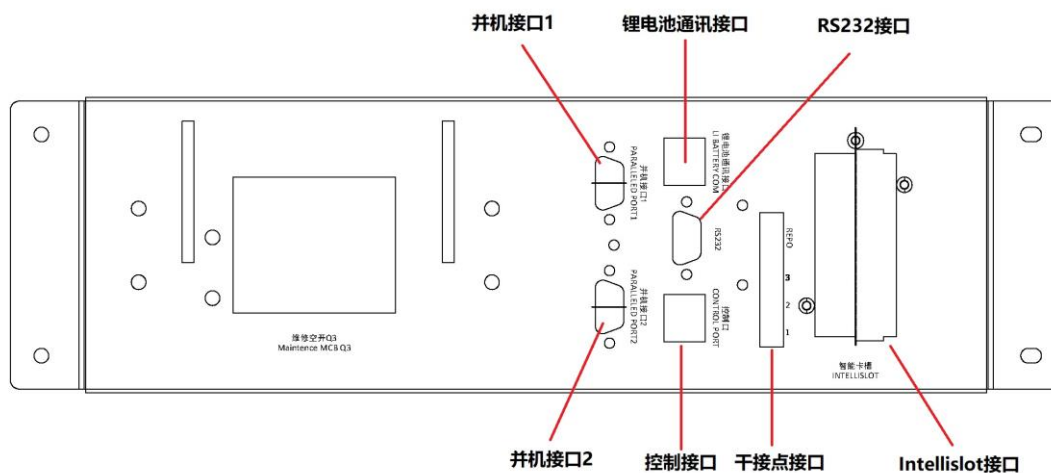
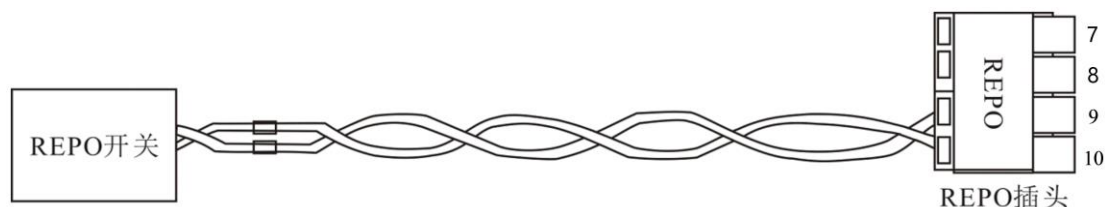

图6-1 智能卡安装示意图
图6-4 REPO 接线示意图
UPS 提供一个 Intellislot 接口 (见图 6-1) 用于现场安装智能选件卡。在 UPS 后面板可以看到 UPS 机柜右侧智能卡接口的防护盖板, 拆掉防护盖板可用于安装通信组件的选件, EXS Pro 30-80kVA UPS 仅支持 SIC 卡。
2. 参照图 6-1 的接口位置，将智能卡顺着接口两侧的导槽插入，然后拧紧螺钉。
当发生紧急情况时，触发 REPO 开关（用户自备），整流器、逆变器关闭，UPS 掉电。在正常情况下，REPO 开关不能断开 UPS 的输入电源。若 UPS 前级输入采用具有电子控制跳闸功能的开关，可借助此 REPO 开关驱动使该开关跳闸，从而断开 UPS 的输入电源。REPO 接口的具体位置见图 6-1 干接点，REPO 接线示意图如图 6-4 所示。